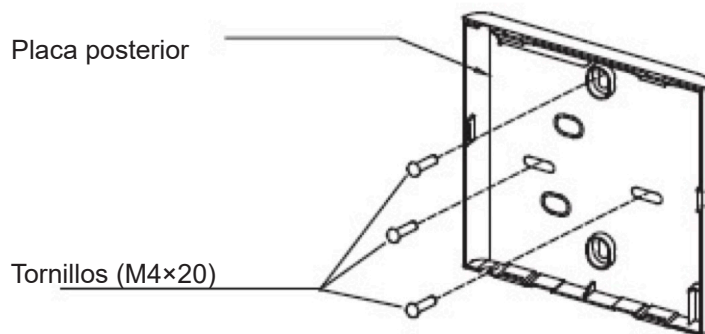

Fig. 3.5
- Para el montaje en superficie, fijar la placa posterior en la pared con los 3 tornillos (M4x20) y los tapones. (Fig.3-5)